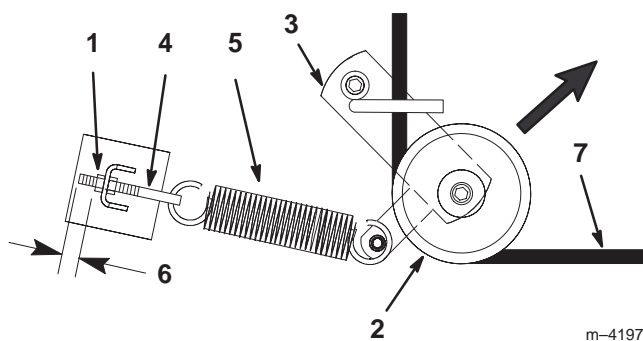

Figura 43
4. Tirate la puleggia tendicinghia nel senso riportato nella Figura 43, e togliete la cinghia dalle pulegge.
6. Tirate la puleggia tendicinghia nel senso riportato nella Figura 43, e montatela sulle altre pulegge (Fig. 44).